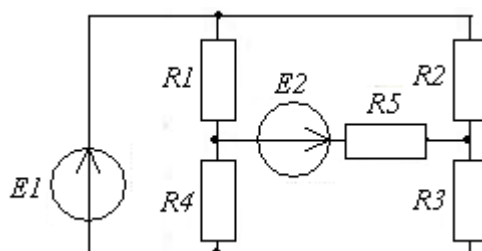

Рис. 1
**Задача №1.** Для схемы, представленной на рис. 1, найти токи, протекающие через резисторы  $R1$ ,  $R3$ ,  $R5$ . Параметры элементов схемы представлены в Таблице 1.